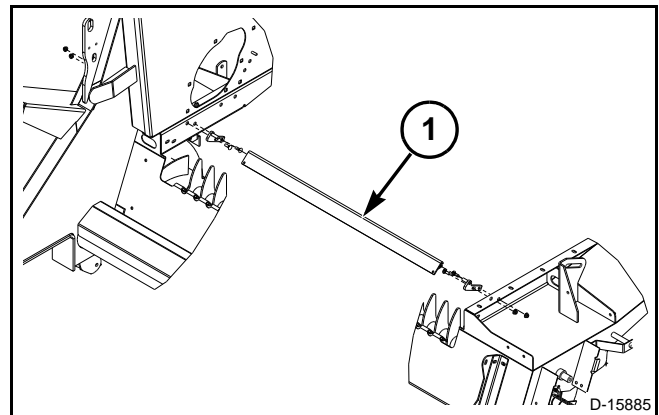

FIG. 8
FIG. 8: El kit para cultivos cortos (1) se puede utilizar al enfardar paja extremadamente seca o cuando se enfarde detrás de una cosechadora giratoria. Cuando se instala, el kit proporciona soporte al fardo y evita que la cosecha caiga fuera del fardo. Este kit no se recomienda para condiciones de cosecha normales.